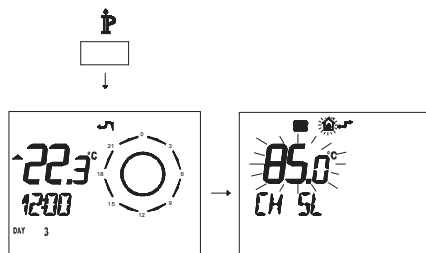

Figura 5.47
- Premere per più di 3 secondi il pulsante  $\mathbb{P}$  para per entrare in modalità *INFO* (Figura 5.47).